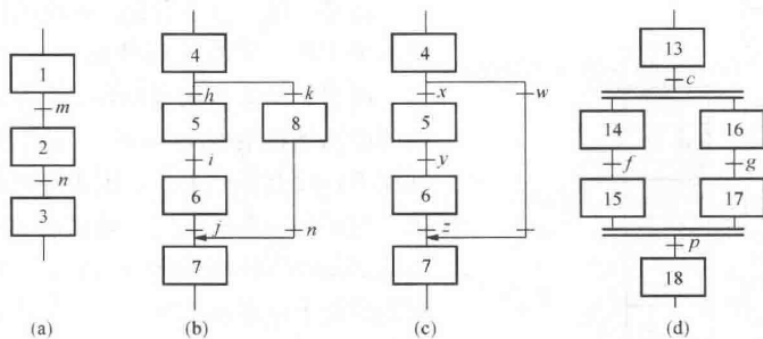

图 3-15 单序列、选择序列、并行序列形式
答: 顺序功能图的基本结构包括单序列、选择序列、并行序列等几种形式。如图 3-15 所示为简明图, 着重强调步之间的跳转关系。
见图 3-15 (a)]。
(2) 选择序列 (多分支序列)。选择序列 [见图 3-15 (b)] 有分支, 且转换条件要写在分支线以内。当转换条件 $h=1$ 时, 功能图由第 4 步转为第 5 步。当转换条件 $k=1$ 时, 功能图由第 4 步转为第 8 步。选择序列的结束称为合并。转换条件必须在合并线以内。图 3-15 (c) 中显示的是跳步, 即选择序列的某一条分支上没有步, 但转换条件仍然存在。
(3) 并行序列。并行序列 [见图 3-15 (d)] 是将一转换条件实现几个序列的同时激活。在转换条件 $e=1$ 时, 第 14、16 步同时变为活动步。在表示同步的双水平线上, 只允许有一个转换信号。并行序列表示系统的几个独立部分同时工作的情况。并行序列的结束同样称为合并。在表示同步的双水平线之下, 只允许有一个转换条件, 即当转换条件 $p=1$, 且第 15、17 步同时为当前步时, 会发生第 15、17 步到第 18 步的转变。此时, 第 18 步变为当前步, 而第 15、17 步同时变为前一步。
答: 从图 3-15 中可以看出, 只要能说明问题, 顺序功能图可以绘制得非常简单, 但是简明图里不包含动作, 会带来编程的麻烦, 所以这里改进一下, 形成顺序功能图的简易画法。在简易画法中, 每一步用存储位来代表, 如 $M0.0$ 、 $M0.1$ 等; 转换条件用一小横杠表示, 旁边标注转换条件; 选择序列的分支方向由带箭头的直线表示; 并行序列的分支和合并用两条平行线表示。当前步的动作前如果有字母 S 表示保持型动作的置位, 有字母 R 表示保持型动作的复位, 什么都没有表示非保持型动作, 字母 D 表示延时动作。